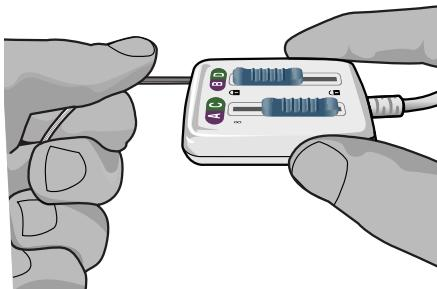

Figura 6: Sujeción del electrodo de ECP en el conector del cable de estimulación intraoperatoria 2 x 8
6. Empuje el extremo del electrodo de ECP en el puerto hasta que haga tope. Sujete el electrodo de ECP en su sitio mientras coloca la palanca de bloqueo en la posición de bloqueado (🔒) (Figura 6).